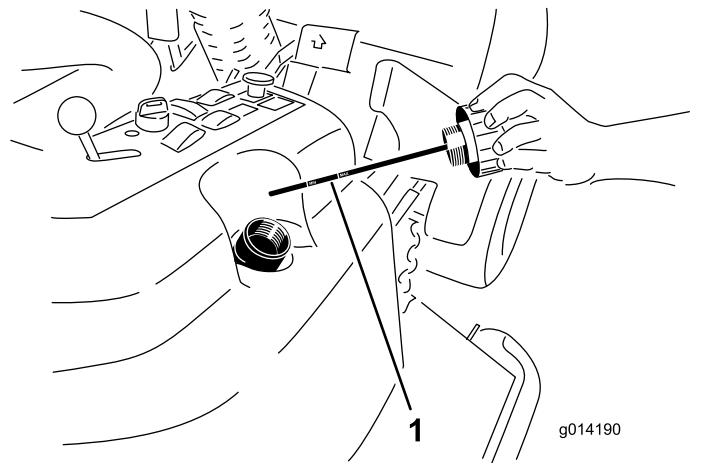

图52
4. 从加油颈上取下液压加油盖 图52。
5. 取出量油尺用干净的抹布擦拭 图52。
6. 将量油尺完全拧入加油颈然后再取出检查液位 图52。